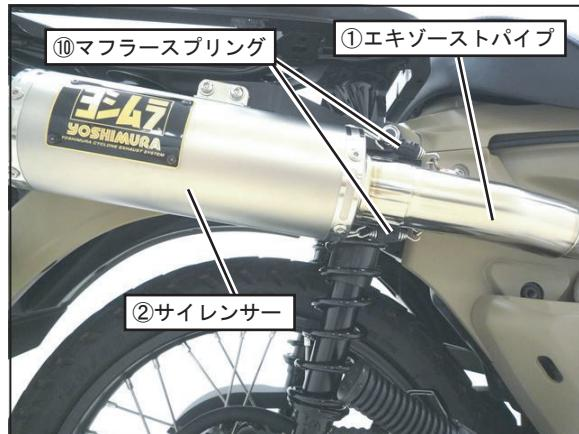

FIG. 6
6. ①エキゾーストパイプに②サイレンサーを取り付け、スプリング取付工具を使用して⑩マフラー・スプリングを取り付けて下さい。（FIG. 6 参照）